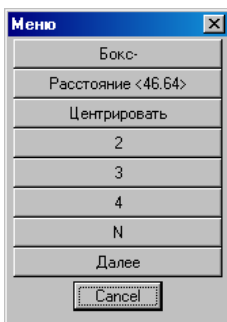

Рис. 1.4. Пример меню быстрого вызова
- развернуть меню быстрого вызова нажатием клавиши **“Пробел”** для выбора одной из опций мышкой, см. рис. 1.4.